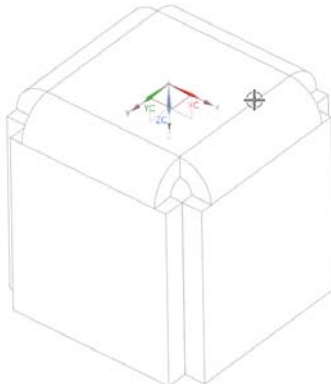

图 9-4 平板实体参考边
(2) 勾选 ☒ 移至绝对坐标系 复选框，选择如图 9-4 所示的边为 X 轴参考边。